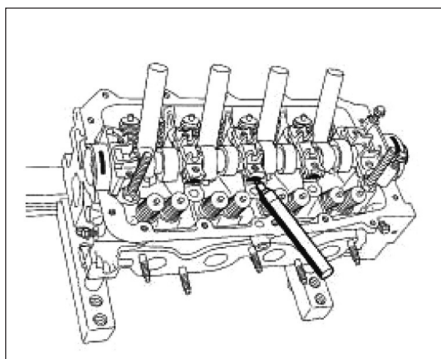

Fig. 41
- Repérer les chapeaux de paliers de l'arbre à cames à l'aide d'un crayon indélébile (Fig.41).